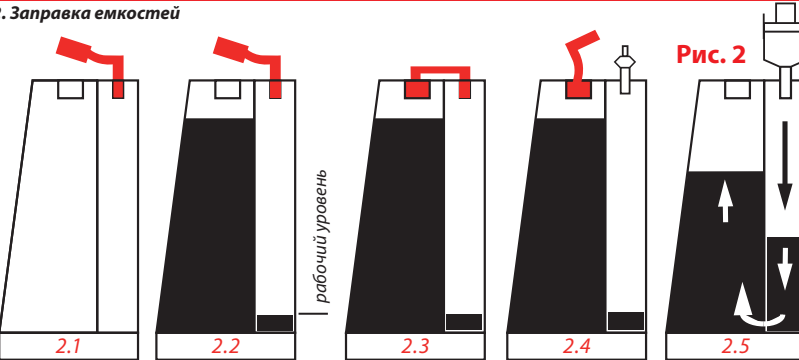

Рис. 2
Произведите заправку емкостей согласно Рис. 2, а именно:
- 2.5. Если случайно были открыты большие пробки на больших отсеках - уровень чернил в отсеках сравнивается и для того чтобы вернуть уровень в рабочий режим нужно открыть обе пробки на емкости, вставить шприц с поднятым штоком в маленькое отверстие. Впуская воздух в малый отсек, перегоните чернила в большой отсек емкости и после этого закройте большое отверстие (Рис.2);